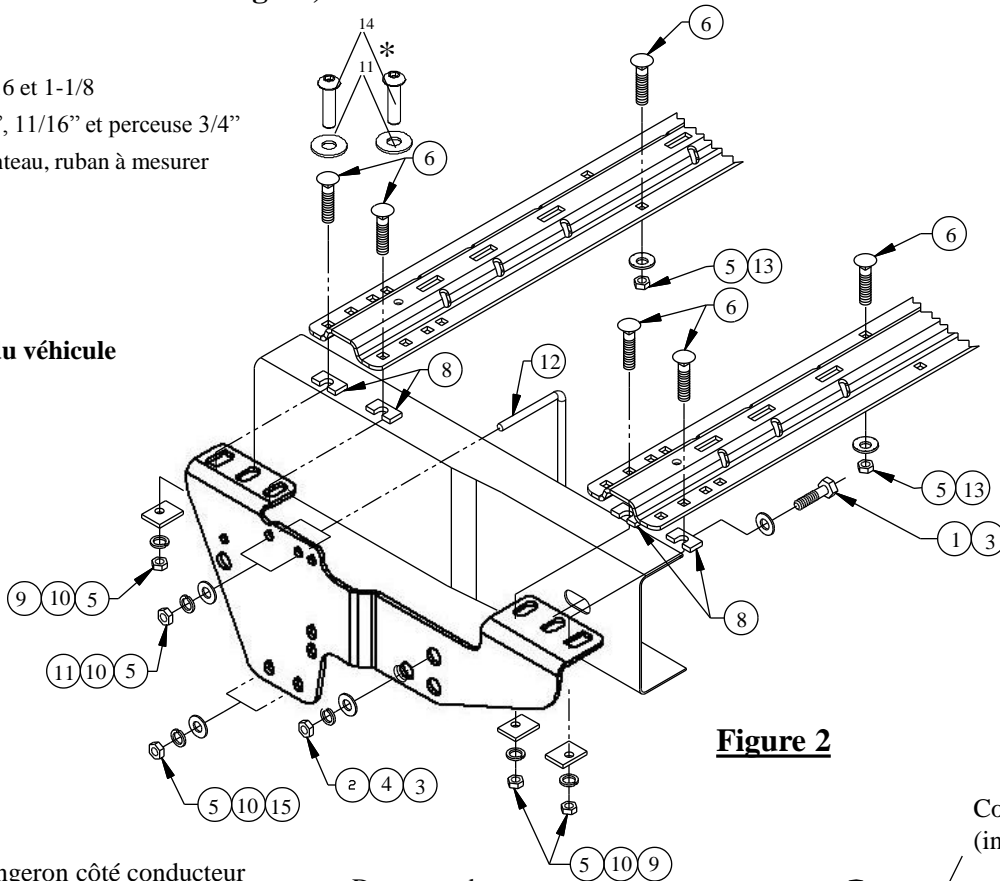
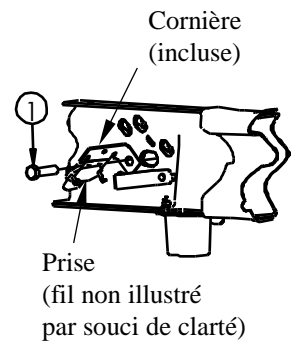

Figure 2
Figure 2c
7. Boulonner les supports de cadre aux longerons du véhicule comme illustré à la Figure 2 (le trou avant peut être percé pour une installation facultative afin de remplacer la fixation par boulon en U si l'on préfère, les deux méthodes étant approuvées, voir la page 7 pour les instructions de perçage). Sur les camionnettes 2007 « New Body Style » équipées de commande de freins d'origine, se reporter à l'étape 2 de l'installation pour relocaliser la prise sur la cornière. Utiliser le boulon 3/4" X 1.50 pour fixer la cornière sur l'intérieur du cadre (voir Figure 2c).